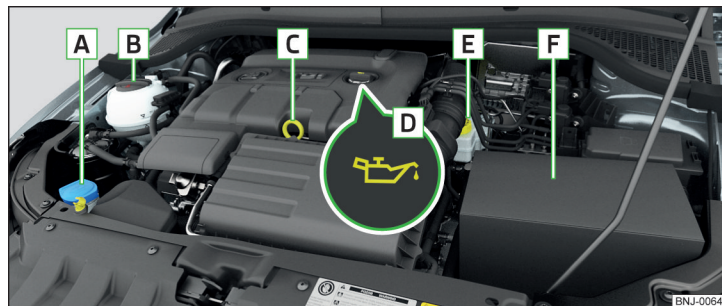

Рис. 168 Приклад розташування деталей у моторному відсіку
- Відгвинтіть кришку горловини для поповнення моторної оливи **D** » Рис. 168 на стор. 146.